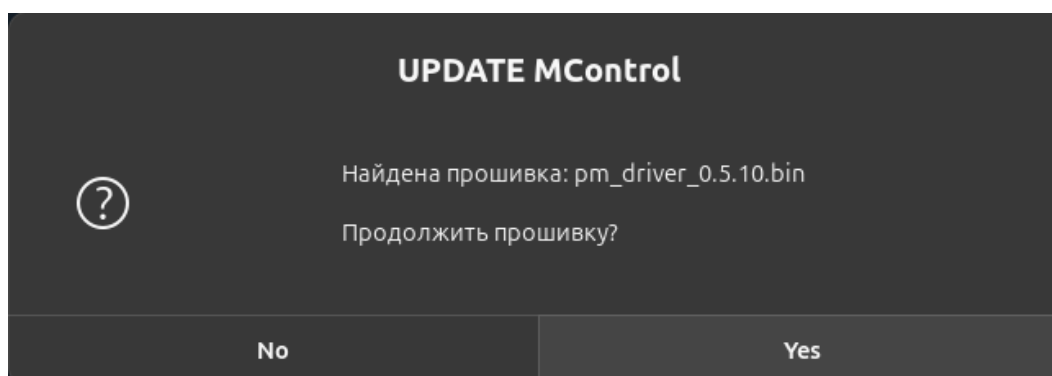

Рисунок II-72 – Уведомление прошивки
- 2) Выберите одно или несколько устройств и нажмите «ОК». Отобразится уведомление «Найдена прошивка: ... Продолжить прошивку?» (см. Рисунок II-72).